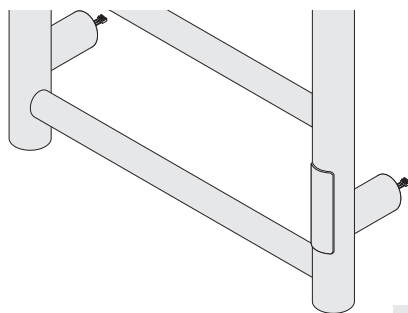

Рис.11
**ВНИМАНИЕ!** В полотенцесушителе нижние крепления являются модулями скрытого подключения в которых предусмотрено подключение к сети через клеммные колодки с левой или правой стороны (рис. 11).